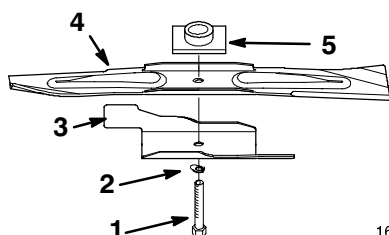

Figure 29
2. Enlevez le boulon de lame et la rondelle de blocage, l'accélérateur et la lame (Fig. 29).
1. Placez la lame sur l'axe et le dispositif d'entraînement, les extrémités incurvées dirigées vers la tondeuse, et le dispositif d'entraînement logé dans le creux de la lame (Fig. 29).
2. Montez l'accélérateur, la rondelle et le boulon de lame (Fig. 29).